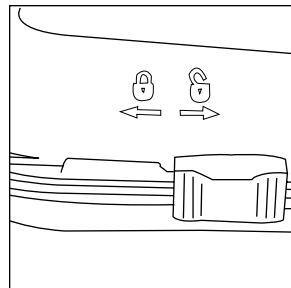

Figure 6
2. Démontez le boîtier de l'humidificateur en déverrouillant (  ) chacune des attaches coulissantes (**Figure 6**) et en retirant le couvercle du boîtier de son socle.
2. Montez le couvercle du boîtier sur son socle en vous assurant tout d'abord que toutes les attaches coulissantes sont déverrouillées (  ) (**Figure 6**).